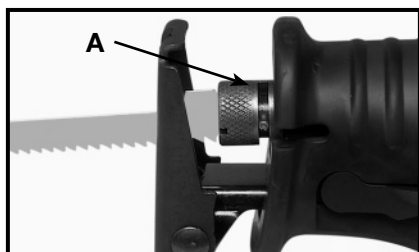

Fig. 4
1. L'arbre à mouvement alternatif doit être entièrement déployé pour donner accès au collier de dégagement de lame *Quick-Change™* (A) Fig. 4. Au besoin, appuyez délicatement sur l'interrupteur à gâchette pour mettre l'arbre à mouvement alternatif à sa position la plus extérieure (comme illustré à la Fig. 4).
4. Insérez la lame dans le serre-lame jusqu'à ce qu'elle soit calée. Laissez le collier de dégagement tourner en sens horaire afin de bloquer la lame en place, (A) Fig. 4.